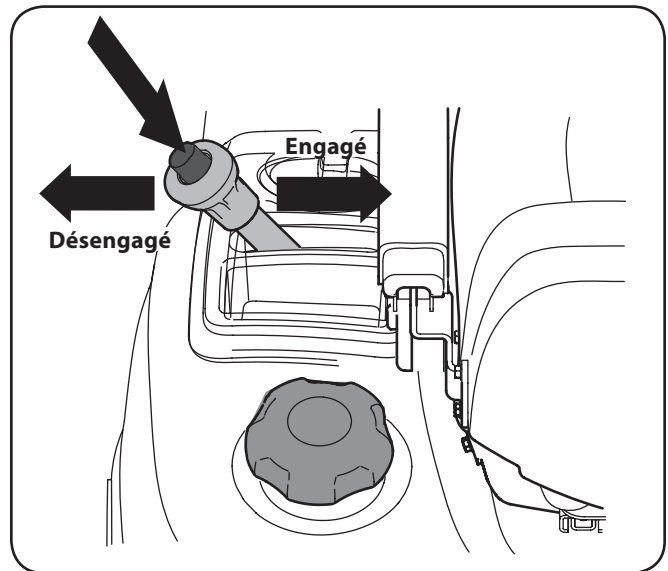

Figure 5-4
2. Engagez le frein, pressez sur le bouton du levier de verrouillage du différentiel, puis déplacez le levier pour verrouiller le différentiel. La lampe témoin sur le tableau de bord s'allume lorsque le différentiel est verrouillé. Voir Figure 5-4.
3. Pour désengager le levier de verrouillage du différentiel, immobilisez le tracteur, engagez le frein, pressez sur le bouton du levier, puis déplacez le levier. Relâchez le levier. La lampe témoin s'éteint lorsque le levier de verrouillage du différentiel est désengagé. Voir Figure 5-4.